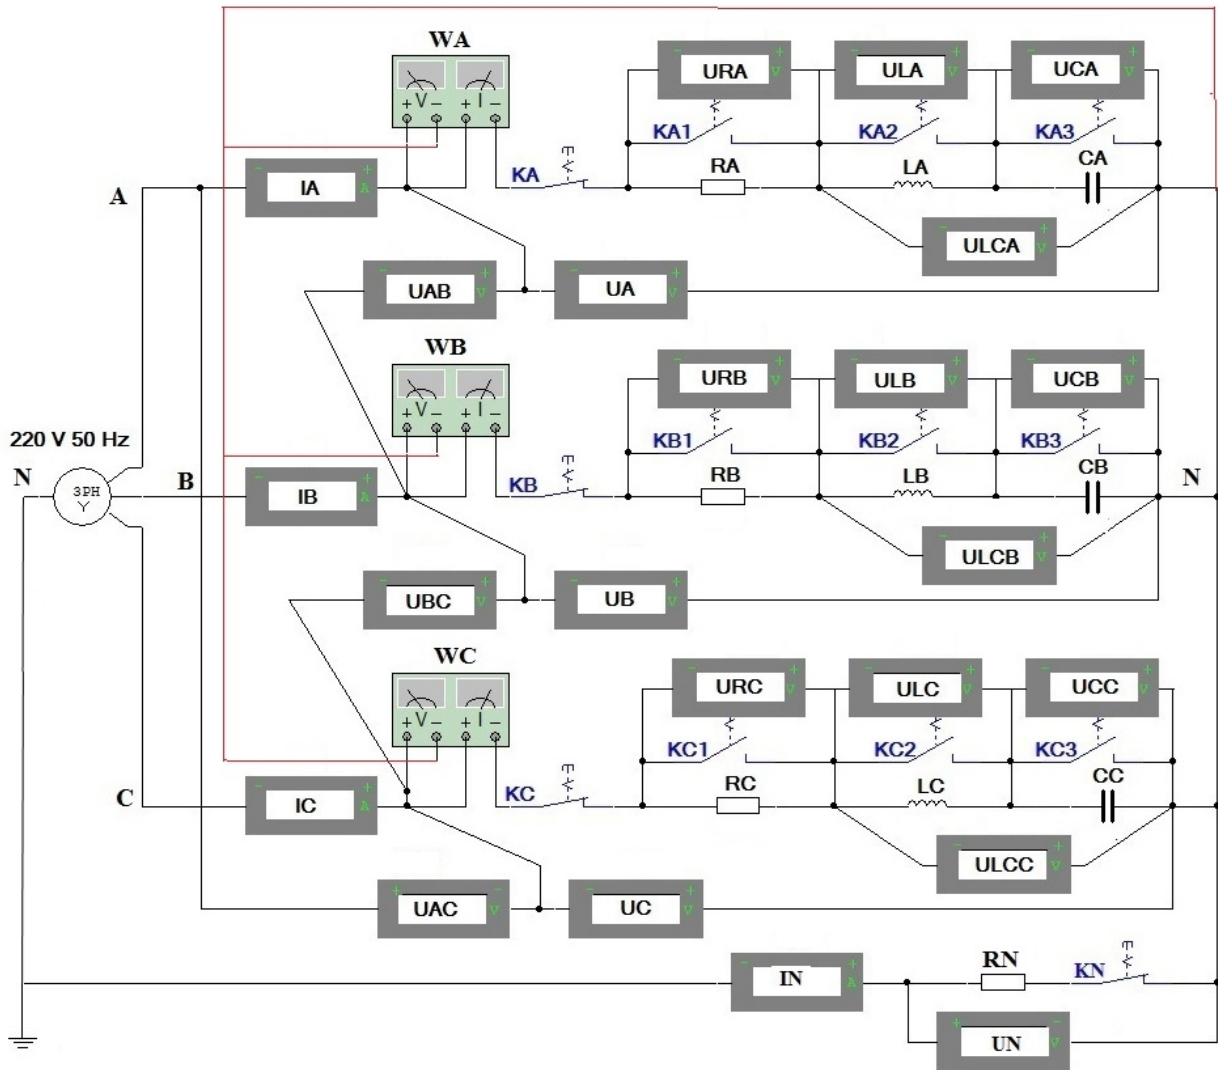

Рис. 4.1
1. Собрать в MultiSim схему трехфазной электрической цепи при соединении генератора и потребителей звездой (рис. 4.1). Возможно также использовать копию примера, поскольку схема одна и та же для всех вариантов задания.
3. Выполнить исследование трехфазной электрической цепи звезда – звезда (рис. 4.1) при изменении положения ключей, согласно заданному варианту и заполнить табл. 4.1 и 4.2. Измерения выполнить в MultiSim. Расчеты выполнить любым способом, включая компьютерные приложения: MathCad, Excel и другие.